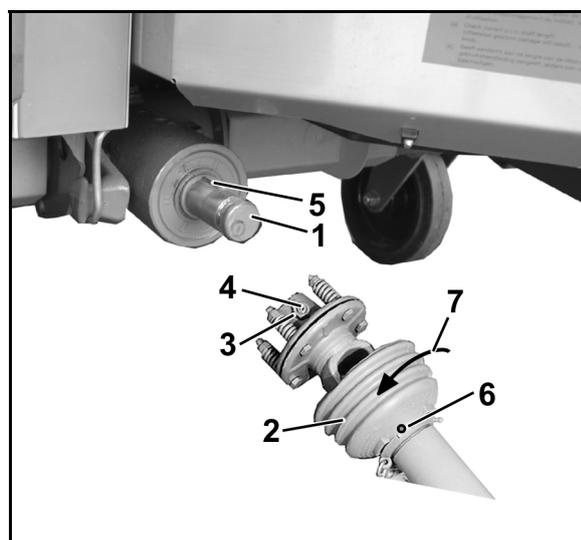

图 36
2. 清洁齿轮箱输入轴（图 36/1）。
4. 旋出锁紧螺栓（图 36/6）。
5. 将锥形防护罩（图 36/2）旋到安装位置（图 36/7）。
7. 在磨擦联轴节的连接叉中拧开锁紧螺母（图 36/3）（直至螺纹销不再突出于锁紧螺母），旋出内六角螺纹销（图 36/4）并检查连接叉是否能轻松装配到齿轮箱轴上。
注意完全盖住滑键（图 36/5）！
9. 防止万向传动轴发生轴向移动。用内六角扳手拧紧螺纹销，然后用螺母（图 36/3）锁固。
2. 拧开磨擦联轴节上连接叉的锁紧螺母（图 36/3）。旋出螺纹销（图 36/4）。